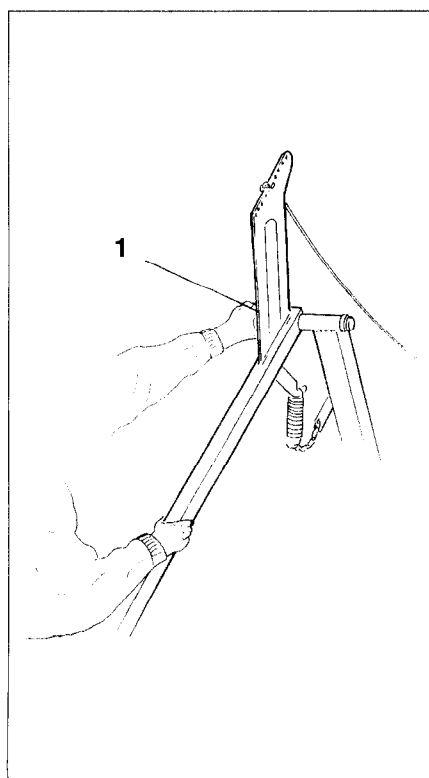

Fig. 10.11
- tenez fermement le traceur par la poignée (fig. 10.11/1) et mettez en position de travail.
Ne prenez en main le disque traceur qu'en vous conformant aux indications de la figure 10.11, afin d'éviter que le disque ne vienne à vous frapper dans le dos ou dans les jambes.